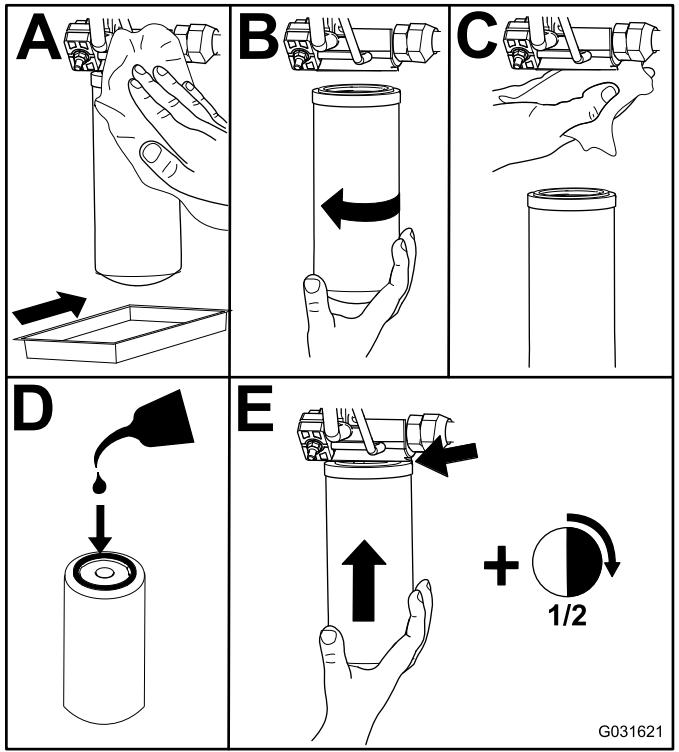

Figura 60
2. Substitua ambos os filtros hidráulicos (Figura 60).